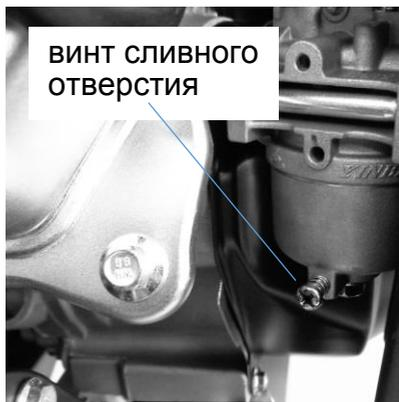

Рис. 25
2. Выкрутите винт из сливного отверстия (см. рис. 25) на 2-3 оборота и аккуратно слейте топливо из поплавковой камеры карбюратора.